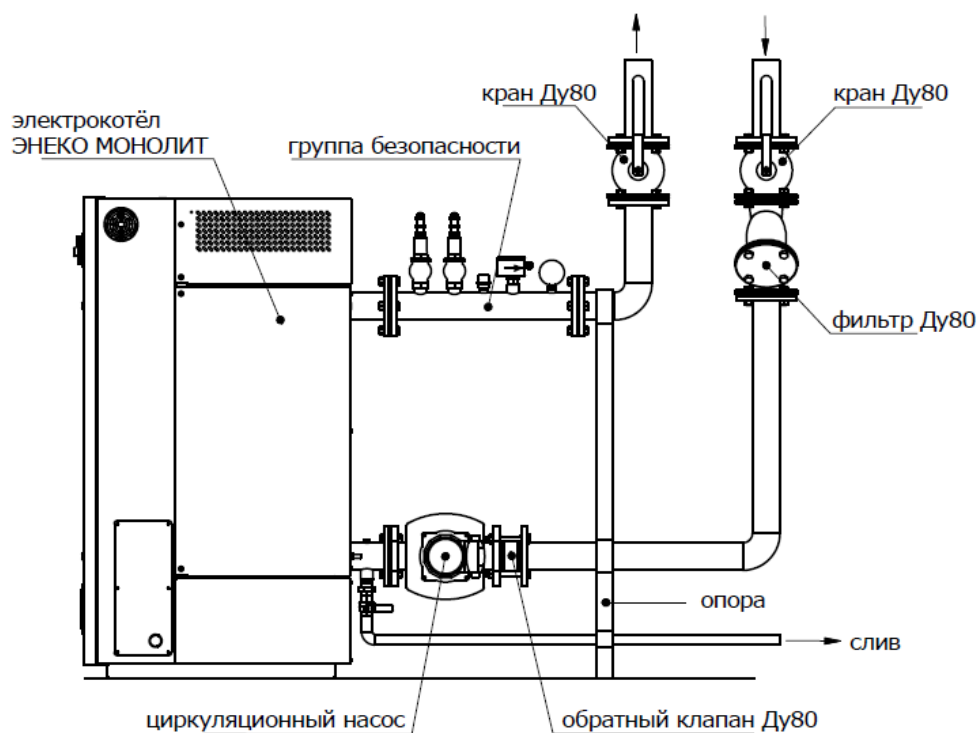

Рис. 5
6.9. Группа безопасности, входящая в комплект поставки, должна быть смонтирована только на выходном патрубке электродла (см. рис. 5).